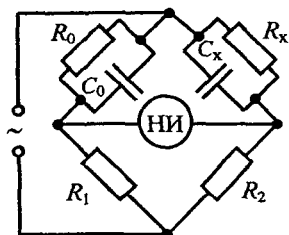

Рис. 4.11
**Задача 4.16.** Измерение параметров конденсатора производилось по схеме рис. 4.11. После уравнивания моста получили:
Задача 4.34. Определить условие равновесия мостовой цепи рис. 4.11 при последовательной схеме замещения измеряемого конденсатора.